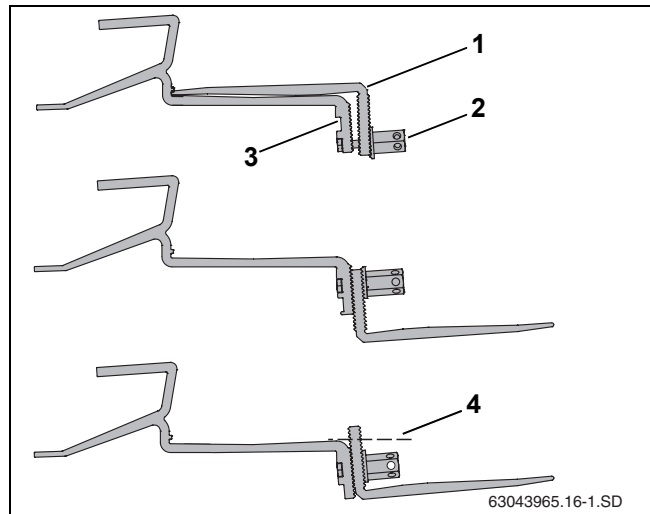

Bild 16 Dachhaken-Unterteil neu positionieren
- ▶ Lange Sechskantmutter (Bild 16, [2]) lösen.
- ▶ Schraube ins obere Loch (Bild 16, [3]) stecken.
- ▶ Unterteil des Dachhakens (Bild 16, [1]) lose befestigen. Die Verbindung noch nicht fest anziehen.